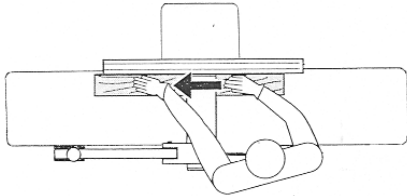

Рис. 12
**Правильное рабочее положение:** Встаньте, немного сместившись от центра станка в сторону стола подачи. (Рис. 12).